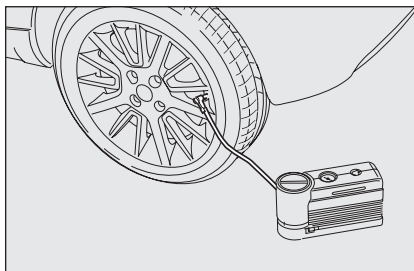
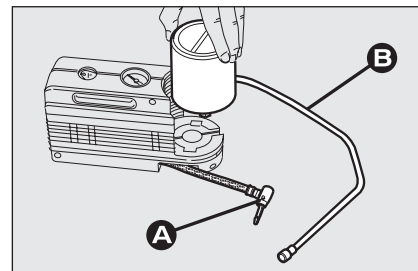

Рис. 13
Рис. 14
Компрессором можно восстанавливать давление в шинах (без ремонта). Отсоедините наконечник **A** (рис. 14) и подсоедините непосредственно к вентилю шины (рис. 13). В этом случае цилиндр будет отсоединен от компрессора, и герметик не будет попадать в шину.
- отсоедините наконечник **A** (рис. 14);